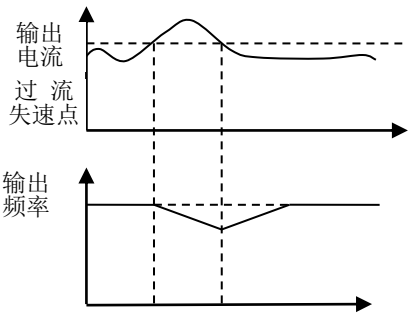

图 6-34 恒速运行中过流失速控制
- 驱动器在运转过程中，当输出电流超过驱动器过流失速值时，驱动器就降低输出频率，以避免电机失速；当输出电流低于驱动器过流失速值一定值时，驱动器才新加速至设定频率。如图 6-34 所示。